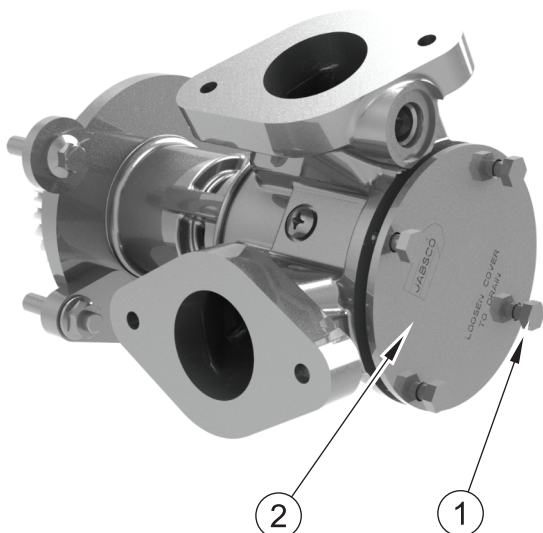
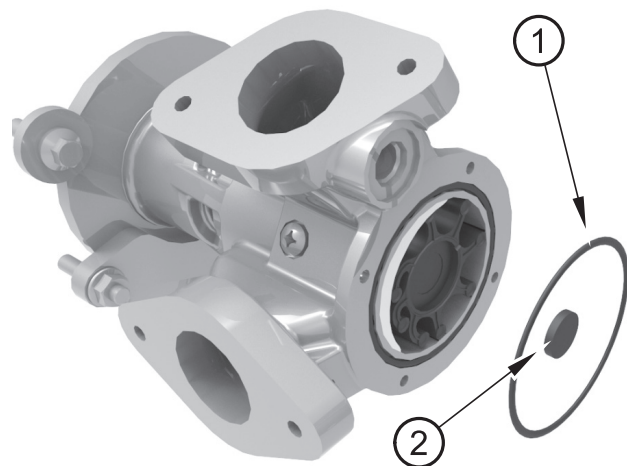

Figure 8
Figure 10
3. Déposez la panne d'extrémité de la pompe auxiliaire (figure 8, repère 2) en dévissant les 4 vis (figure 10, repère 1) et vidangez l'eau dans un bac adapté.
3. Manipulez le joint torique d'étanchéité avec précaution (figure 10, repère 1).